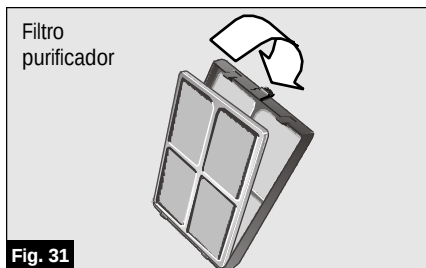

Fig. 31
- Colocar el filtro purificador en el filtro base como se muestra en la **Fig. 31**.